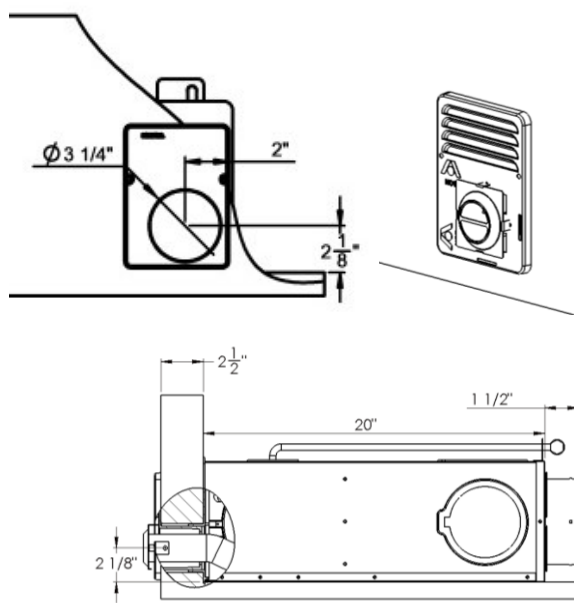

**Figure 1**
6. Coupez l'ouverture du mur extérieur requis pour votre système de ventilation, consultez la figure 1.
- 7. Placez la fournaise et coupez une ouverture dans le mur externe tel qu'affiché dans la figure 1.